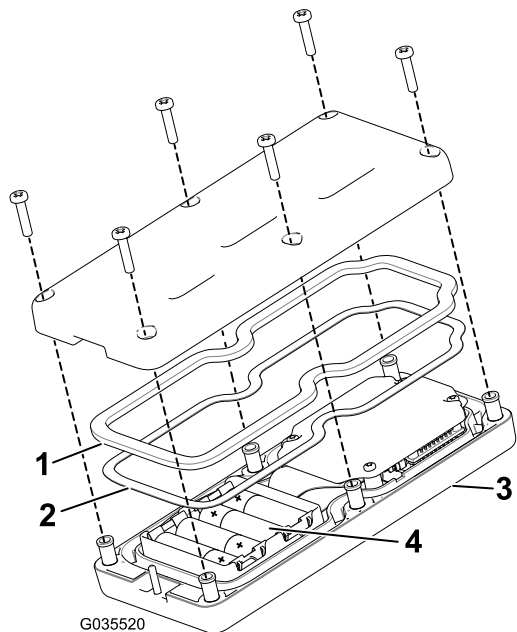

图26
- 从遥控器后面卸下 6 个螺钉然后取下后盖 图26。
- 将四节新电池逐一放入电池端子仓位注意按照正确的电池极性放置。如果放置不正确遥控器不会发生损坏但遥控器无法操作。电池端子仓位分别带有正负极标志 图26。
- 如果您意外拆掉了橡胶密封件和钢垫片请小心将它们放回手持遥控器的槽内 图26。
- 放回后盖并用先前卸下的 6 个螺丝固定 图26 上紧螺丝扭矩至 1.51.7N m。